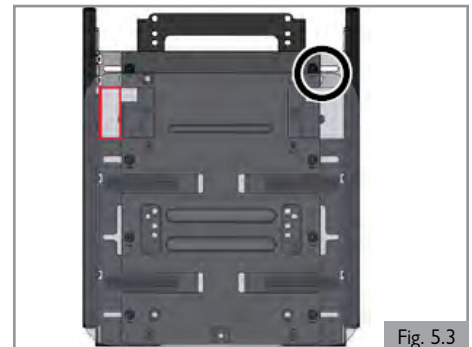

Fig. 5.3
3. Monte una placa de montaje de profundidad de asiento adicional para la profundidad de asiento de 480-560 mm (19 - 22 pulgadas) para obtener una mayor estabilidad del raíl de asiento largo (consulte con el servicio de atención al cliente de Sunrise Medical la ubicación de montaje de CdG). (Fig. 5.3)